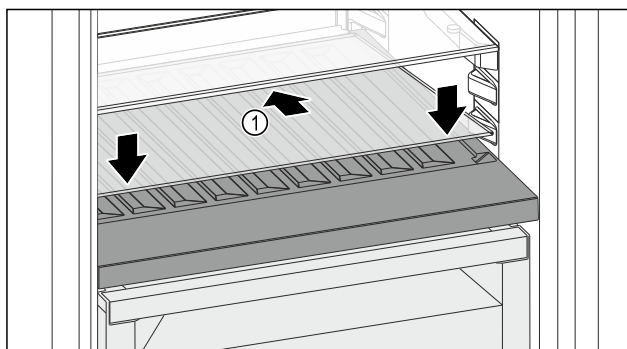

Fig. 144
- ▶ Ustawić płytę szklaną Fig. 144 (1) pod ukosem, nachyloną do tyłu w dół.
- ▶ Opuścić płytę szklaną Fig. 144 (1) z przodu.